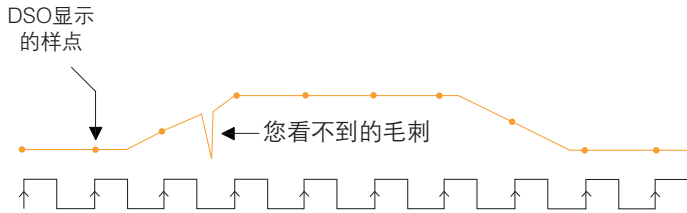

图23. 采样率随时基变化；时基设置越慢，采样率越慢。某些数字示波器提供峰值检测模式，以较低的扫描速度捕获快速瞬态信号。
- 峰值检测模式：示波器保存两个波形间隔期间获得的最小值样点和最大值样点，使用这些样点作为两个对应的波形点。即使在时基设置非常低(低速时基设置意味着长波形间隔)时，峰值检测模式的数字示波器仍很快的采样率运行ADC，能够捕获采样模式下波形点之间发生的快速信号变化，如图23所示。峰值检测模式特别适合观察时间上相距很远的窄脉冲，如图24所示。